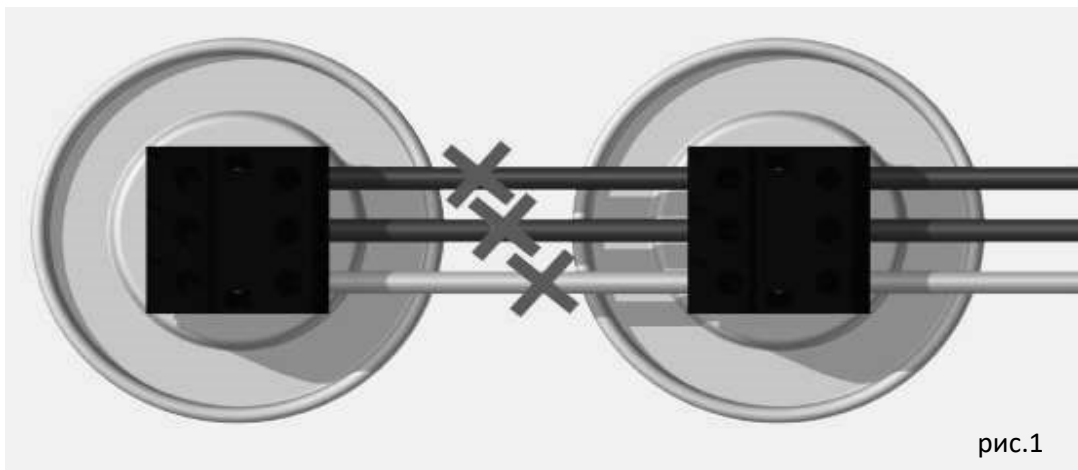

рис.1
- Во избежание перегрева клеммной колодки и выхода её из строя, запрещается параллельное соединение нескольких конденсаторов так, как показано на рис.1.